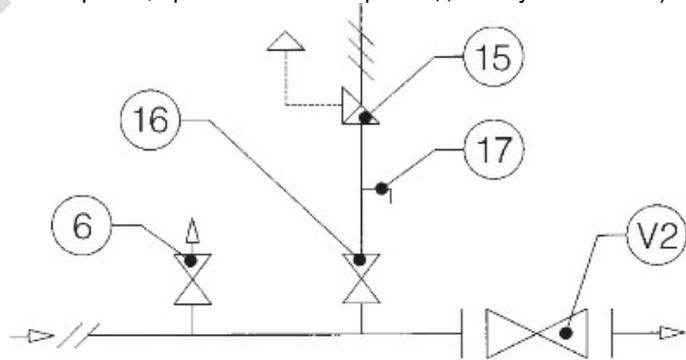

Рис. 15
4.1.2. УСТАНОВКА С ЗАПОРНЫМ КЛАПАНОМ (рис. 15)